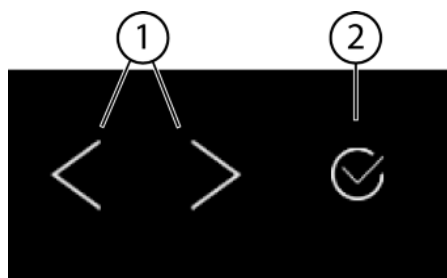
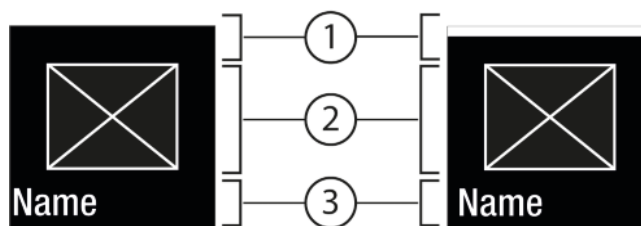
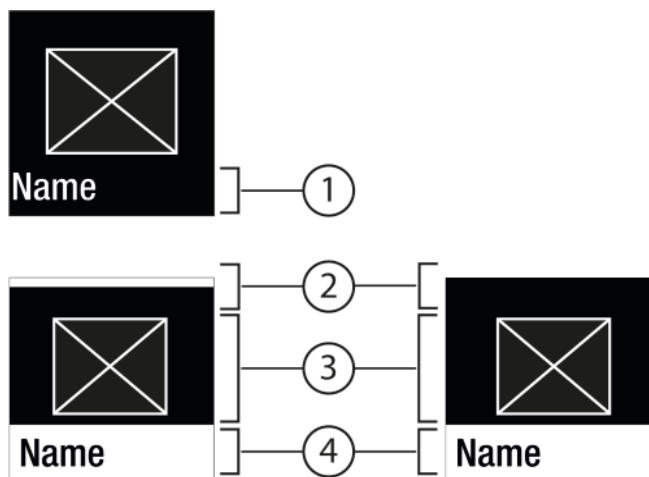

Fig. 6
Fig. 7
Fig. 8
- (1) Strzałka nawigacyjna lewa / prawa (2) Potwierdzenie
Strzałka nawigacyjna lewa / prawa Fig. 6 (1):
Potwierdzenie Fig. 6 (2):
- Nawigować przy pomocy strzałki nawigacyjnej w lewo / prawo Fig. 6 (1).
- Przy pomocy potwierdzenia Fig. 6 (2) aktywować Fig. 7 (1) / dezaktywować Fig. 7 (1) funkcję / ustawienie.
- Wywołać podmenu Fig. 6 (2) przy pomocy potwierdzenia Fig. 8 (4).
- Ustawić nowe wartości: Przy pomocy potwierdzenia Fig. 6 (2) wybrać dezaktywowaną wartość Fig. 7 (1).
- Powrót do menu: Przy pomocy potwierdzenia Fig. 6 (2) wybrać już aktywowaną wartość Fig. 7 (2).
- ▶ Strzałki nawigacyjne Fig. 6 (1) przyciskać tak długo, aż wyświetli się funkcja .
- ▶ Nacisnąć Potwierdzić Fig. 6 (2).
- ▶ Strzałki nawigacyjne Fig. 6 (1) przyciskać tak długo, aż wyświetli się funkcja.
- ▶ Przy pomocy strzałki nawigacyjnej Fig. 6 (1) wybrać wartość ustawienia.
- ▷ Na krótko pojawia się w podmenu Fig. 8 (4) Status: aktywowano Fig. 7 (1).
- ▶ Strzałki nawigacyjne *Fig. 6 (1)* przyciskać tak długo, aż wyświetlą się ustawienia .
- ▶ Nacisnąć Potwierdzić *Fig. 6 (2)*.
- ▶ Strzałki nawigacyjne *Fig. 6 (1)* przyciskać tak długo, aż wyświetli się żądane ustawienie.
- ▶ Przez 3 sekundy przycisnąć potwierdzenie *Fig. 6 (2)*.